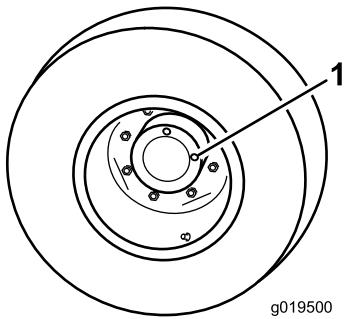

Figura 15
1. Con la macchina parcheggiata su terreno pianeggiante, posizionate la ruota in modo che un tappo di controllo si trovi a ore 12 e l'altro a ore 3 (Figura 15).
1. Tappo di controllo/spurgo (2)
2. Rimuovete il tappo a ore 3 (Figura 15).